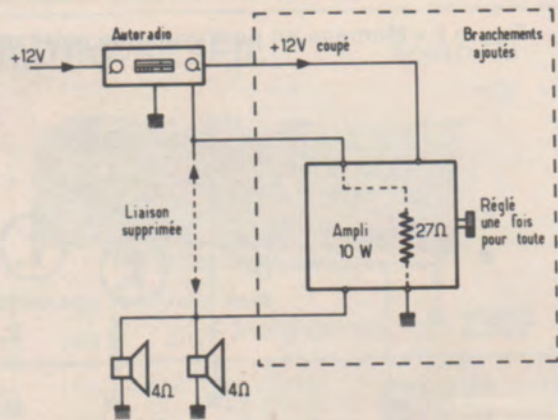

Figure 2 - Montage d'un booster simple
1) L'appareil est dissimulé en un endroit quelconque, sans possibilité simple d'accès à son potentiomètre qui est alors réglé une fois pour toutes selon les caractéristiques de l'autoradio. Les commandes de ce dernier appareil conservent alors toute leur importance. Le « booster » se fait ainsi totalement oublier si son alimentation est prise après l'interrupteur marche/arrêt de l'autoradio. Ce montage est représenté figure 2. Il s'applique également au cas où l'on désire incorporer l'ampli dans le boîtier du HP.